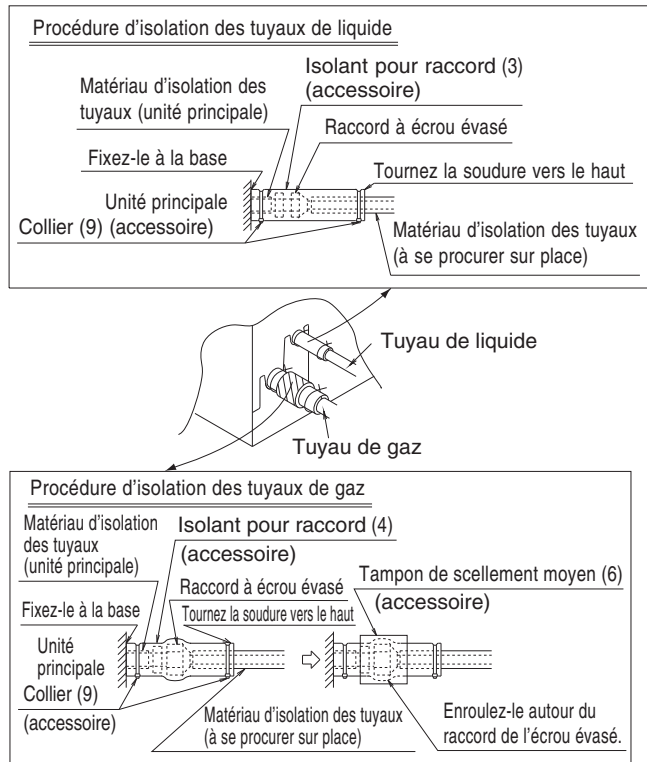

Fig. 8
(2) Le travail terminé, vérifiez que le gaz ne fuit pas.
- (3) Après avoir vérifié que le gaz ne fuit pas, assurez-vous d'isoler les raccords des tuyaux en vous reportant à la Fig. 8.**
- Isolez-les avec l'isolant pour raccord (3) (4) fourni avec les tuyaux de liquide et de gaz. En outre, assurez-vous que la soudure de l'isolant pour raccord (3) (4) des tuyaux de liquide et de gaz est tournée vers le haut.
- (Serrez les deux bords avec un collier (9).)
- Pour les tuyaux de gaz, enroulez le tampon de scellement moyen (6) autour de l'isolant pour raccord (4) (partie écrou évasé).